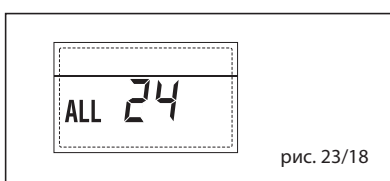

рис. 23/18
– **НЕПОЛАДКА ДАТЧИКА СОЛНЕЧНОГО ВОДОНАГРЕВАТЕЛЯ (S2) “ТРЕВ 25”** (рис. 23/19)